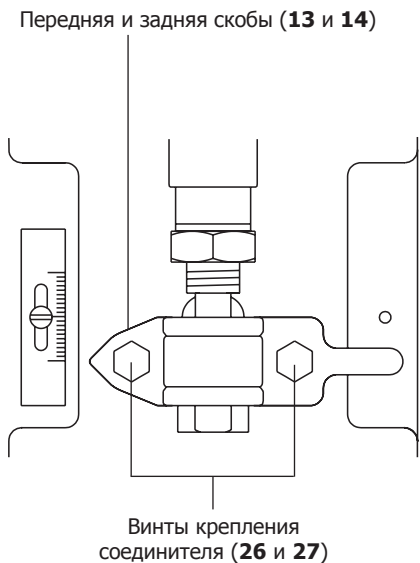

Рис. 4
- Подайте минимальное управляющее давление в нижнюю часть привода (например, для привода с пружинами 2.0 - 4.0 бар это значение составляет 2,0 бар), затем накрутите соединитель (10) и адаптер (11) и зафиксируйте гайкой (25).
- Отключите управляющее давление, соберите на штоке переднюю и заднюю скобы (13) и (14) и закрепите их с помощью винтов (рис. 4).
- Слегка затяните болты (26) и (27).